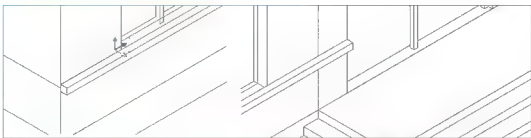

图 6.66 向 X 轴负方向移动 120mm 后的窗台线
(2) 用【移动】命令将窗台线向 X 轴负方向移动 120mm，结果如图 6.66 所示。